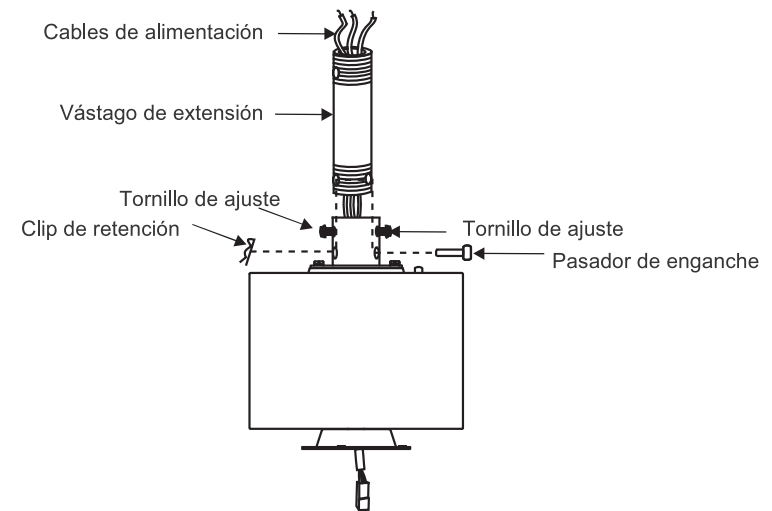

Fig. 8
Paso 6. Afloje los dos tornillos y retire el pasador de enganche y el clip de sujeción del acoplamiento en la parte superior del ensamblaje del motor. **(Fig. 8)**
Luego vuelva a colocar el pasador de enganche y el clip de retención. Apriete ambos tornillos de fijación. **(Fig. 8)**